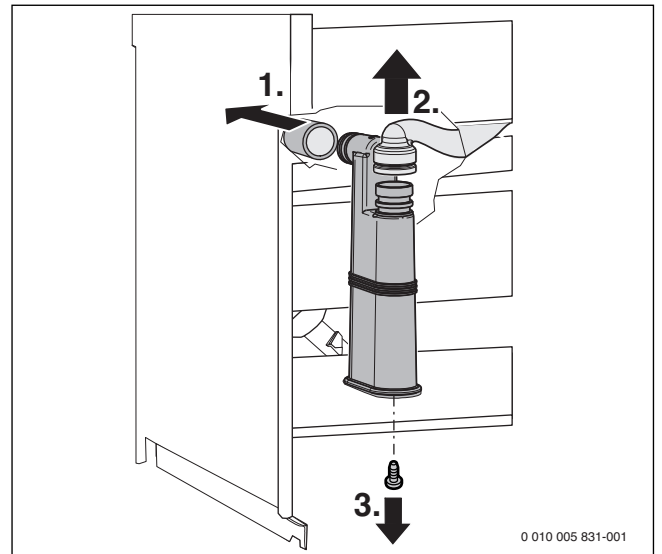

Bild 46 Kondensatsiphon ausbauen
- ▶ Mischeinrichtung ausbauen (→ Bild 46).